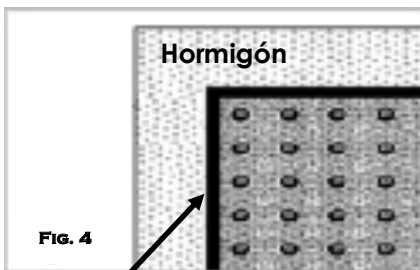

FIG. 4
4. **IMPORTANT:** Using an edging tool, go around entire perimeter of the tile to allow for expansion. **(Fig. 4)**
4. **IMPORTANTE:** Con una herramienta de corte haga un borde alrededor del perímetro entero para permitir su expansión. (Fig. 4)